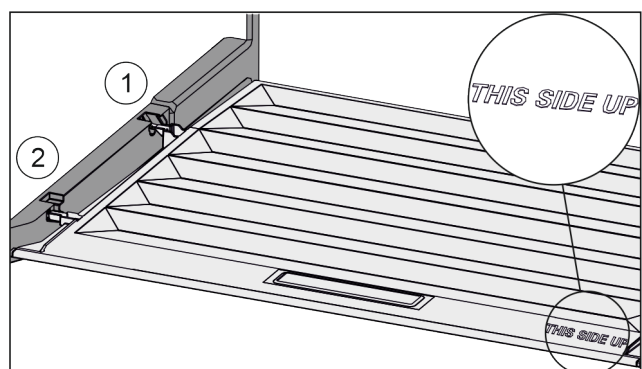

Fig. 59
- ▶ Ramiona pokrywy wprowadzić ponad otworem tylnego uchwyty Fig. 59 (1) i zazębic z przodu w uchwycie Fig. 59 (2).